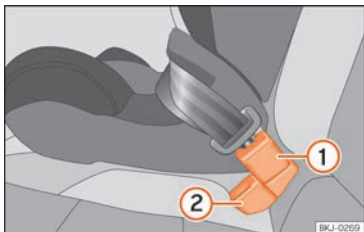

Abb. 30 Position des Gurtschlössers auf der Rücksitzbank
- Gurtschloss für den mittleren Sitzplatz »» **Abb. 30 ①** hinter dem Gurtschloss für den äußeren Sitzplatz »» **Abb. 30 ②** anbringen.
- Schlosszunge des Sicherheitsgurts des mittleren Sitzplatz in das Gurtschloss für den mittleren Sitzplatz »» **Abb. 30 ①** stecken, bis es hörbar einrastet.
- Damit die Gurte richtig eingelegt sind, sollten die Gurtschlösser nicht verdreht werden »» **Abb. 30**.